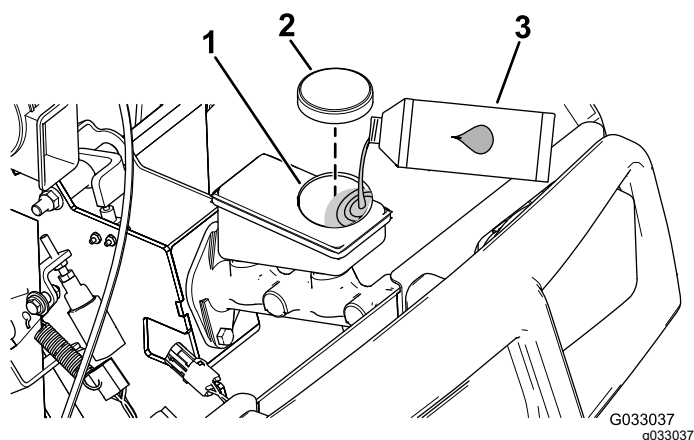

Figure 51
4. Soulevez le capot pour accéder au maître-cylindre de frein et au réservoir (Figure 51).
- A. Nettoyez la surface autour du bouchon du réservoir et enlevez le bouchon (Figure 51).
- C. Remettez le bouchon du réservoir (Figure 51).